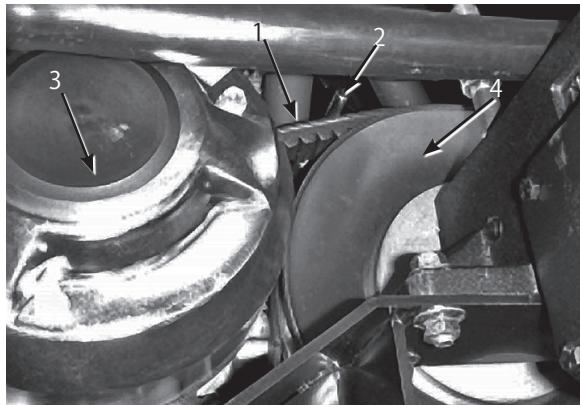

図53
1. 二次クラッチの近くにある2つのベルト・ガイド (図53) をゆるめる。
2. 二次クラッチを回しながら二次クラッチ部分でベルトを外す (図53)。
3. 一次クラッチからベルトを外す (図53)。
4. 新しいベルトを一次クラッチに掛ける (図53)。
5. 二次クラッチを回しながら二次クラッチにベルトを掛ける (図53)。
6. 図53で○で囲んで表示している部分の可動部に潤滑剤（Toro潤滑スプレー；代理店で購入可能）をスプレーする。